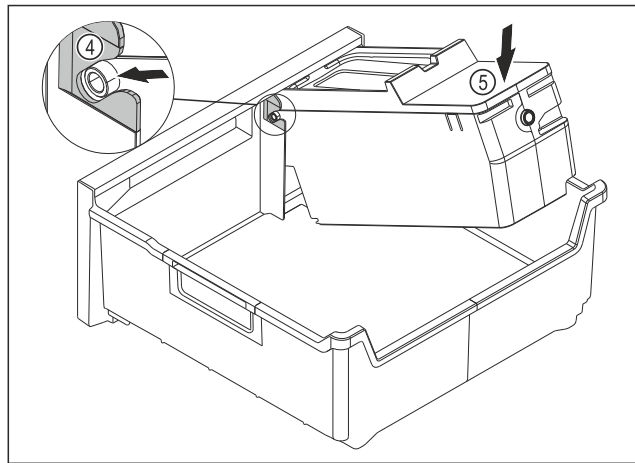

Fig. 86
- ▶ Monter hoveddelen til EasyTwist-Ice: Sett akselen til hoveddelen til EasyTwist-Ice inn i skinnene Fig. 86 (4).
- ▶ Trykk hoveddelen til EasyTwist-Ice Fig. 86 (5) bakover.